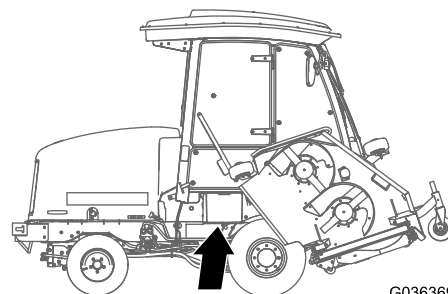

Рисунок 96
1. Откройте крышку аккумуляторной батареи сбоку на кожухе (Рисунок 96).
**Примечание:** Нажмите на плоскую поверхность над крышкой аккумуляторной батареи, чтобы облегчить снятие крышки (Рисунок 96).